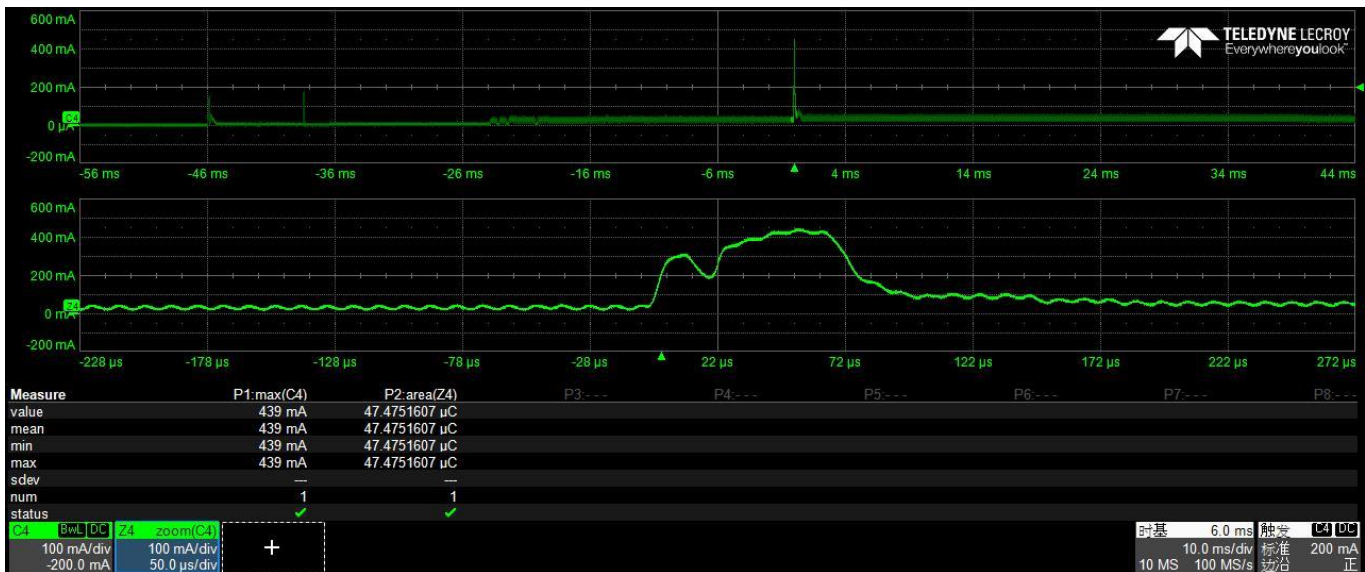

图 4-4 VDD 上电时最大冲击电流
※ N1 模组上电时的输入电流如图 4-4，最大电流过冲为 439mA，为保证模组可靠，建议外部 VDD 端至少能提供 500mA 电流。鉴于此，在设计连接线时，应确保连接线的 R_{dc} （直流电阻）控制在 0.35 欧姆以内，可通过增加电源线走线宽度、增加地线的走线宽度、减少 FPC 线长、增加线路铜厚等方式实现。注意增加铜厚会导致线缆弯折性能变差，请根据实际应用评估可行性。避免使用长线连接 N1 模组，线损过大会导致模组工作异常。
4. N1 模组 nTRIG 信号上自带 100K 上拉，在模组上电至 BOOT 启动完成这段时间内，用户不得强制拉低 nTRIG 信号，若先置高 nTRIG 再上电，也应当符合图 4-4 中的 E 时间段要求（E=0~1ms），否则会出现启动异常。其它各信号的电平在上电过程中均保持低电平，防止电流反灌导致模组工作异常。